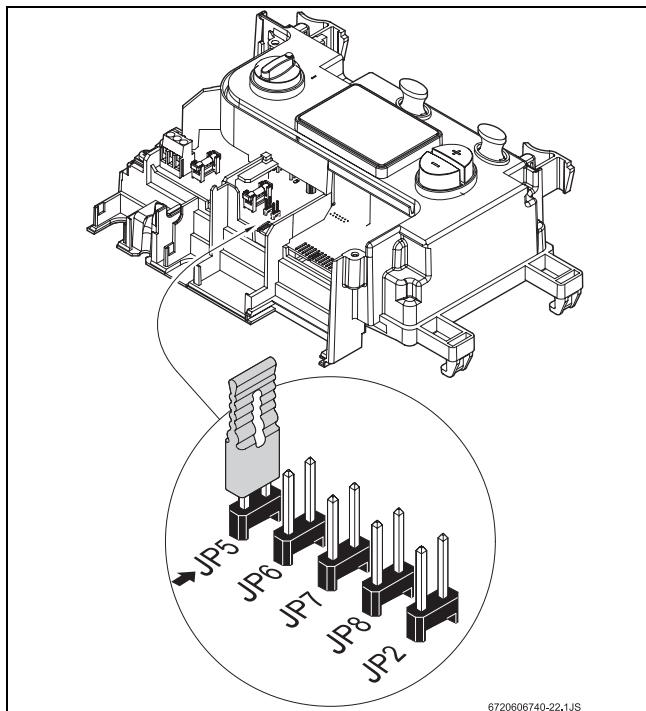

Fig. 23
- ▶ **Solo per WTD 17** - il ponticello JP5 è già inserito (vedere →Fig. 23) per tutti i tipi di gas. Per il WTD 17 la trasformazione del gas è già ultimata, registrarla quindi nella targhetta delle caratteristiche dell'apparecchio.